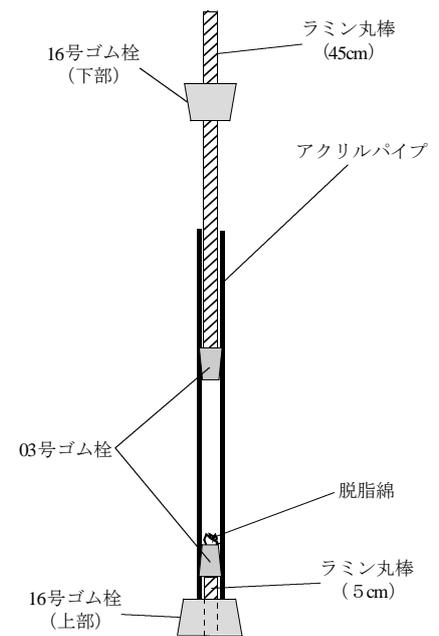

図3 圧気発火器
- 7 5cmのラミン丸棒を差し込んだゴム栓を机の上に置き，ラミン丸棒をアクリル管内に入れ，アクリル管を垂直に立てる（図3）。